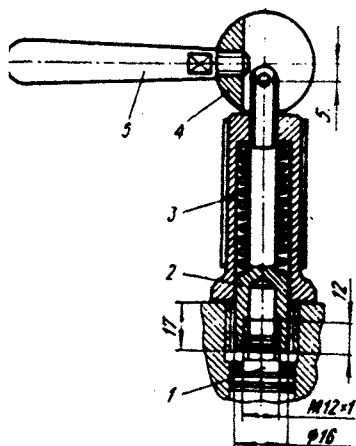

Рис. 90. Съемник седла нагнетательного клапана:
3) снять контящие сухари, вывернуть штуцеры и, пользуясь специальным съемником (рис. 90), извлечь из корпуса насоса седла с нагнетательными клапанами. Для снятия на вернуть оправку 2 съемника на резьбу седла 1 нагнетательного клапана до упора втулки 3 в корпус насоса. Поворачивая эксцентрик